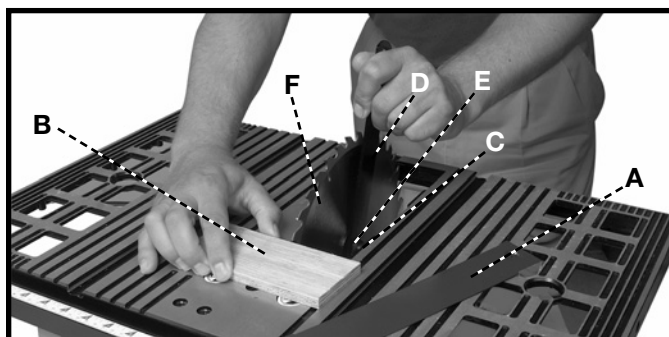

Fig. 38
1. Eleve la hoja de la sierra a su altura máxima y quite la pieza de inserción, (A) Fig. 38.
2. Ponga un pedazo de madera fig. 38 (b) plana en la mesa contra la lámina de modo que un diente del "encaje" la madera para prevenir el movimiento de la madera. Quite la tuerca del cenador (c) con la llave del retiro de la lámina (d). Dé vuelta al nut(C) a la izquierda para quitar. Quite el reborde exterior de la lámina (e) y la lámina de sierra (f).